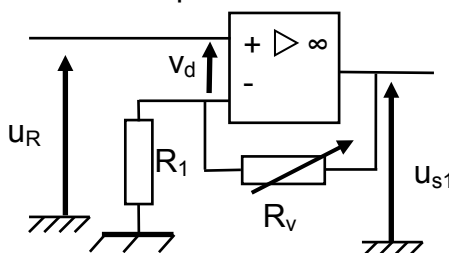

FIGURE 6
A.3.1 Justifier le régime de fonctionnement de l'ADI FIGURE 6.